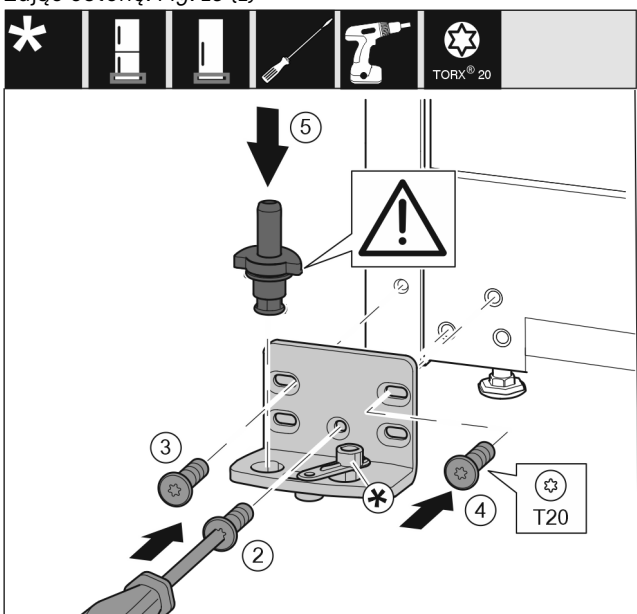

Fig. 14
- Płytkę zawiasu założyć z drugiej strony i przykręcić przy pomocy śrubokręta T20. Rozpocząć od śruby 2 dolnej umieszczonej na środku. Fig. 14 (2)
- Dokręcić śrubę 3 i 4. Fig. 14 (3,4)
- Założyć cały sworzeń płytki zawiasu. Przy tym zwrócić uwagę, by krzywka zatrzaskowa wskazywała do tyłu. Fig. 14 (5)